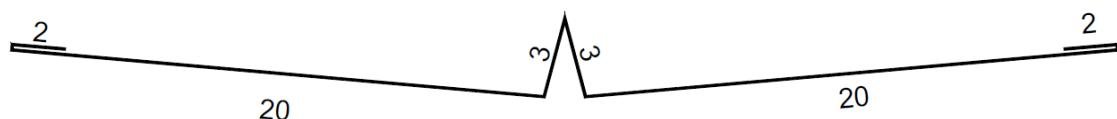

Fig. 15 – Sagoma compluvio metallico
- Per quanto riguarda i compluvi, predisporre preventivamente sul compluvio una fascia di membrana bituminosa larga circa 100cm, per assicurare l'impermeabilizzazione dello stesso. Predisporre sopra alla membrana un compluvio metallico in rame con sagoma tipo Fig. 15, in mezzeria del compluvio.